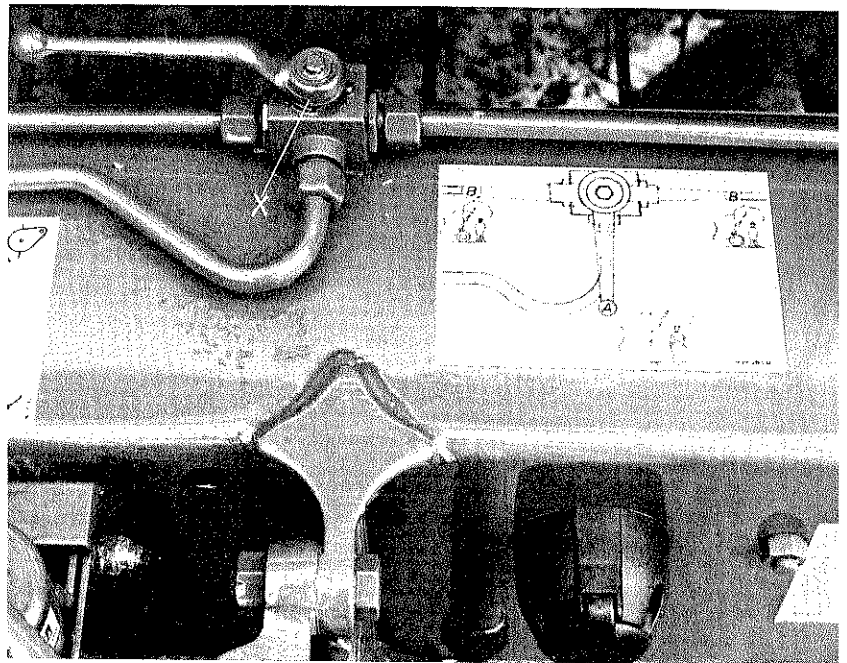

Abb. 3
4. Nicht unter die geöffnete hintere Klappe treten. Sollte dieses unumgänglich sein, unbedingt vorher den Sicherheitsabsperrhahn X, Abb. 3, in Sperrstellung bringen. Der Hahn ist in Abb. 3 in Sperrstellung dargestellt.